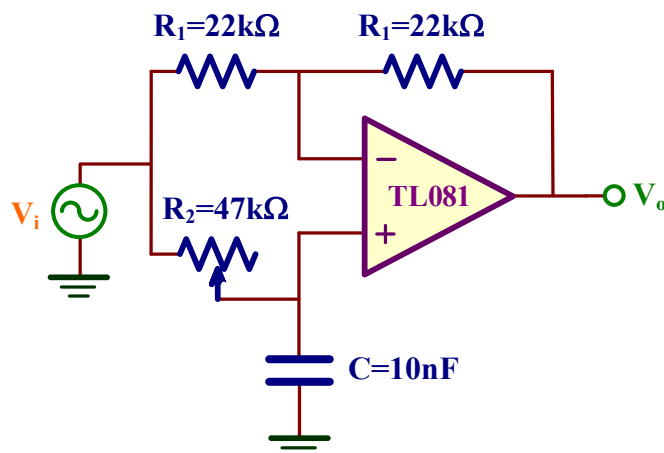

Figura V.6. Circuito desplazador de fase.
En la figura V.6 se presenta el esquema de un excelente desplazador de fase basado en un amplificador operacional. El potenciómetro R_2 permite ajustar el ángulo φ a un valor específico. Para analizar este circuito, apliquemos KVL a las entradas del OA:
- C)** En la figura V.7 se muestra el esquema del montaje del circuito desfasador de la figura V.6. Aplicar a la entrada una onda sinusoidal de 1 V de amplitud ($2V_{pp}$) y 1kHz de frecuencia. Medir el valor de R_2 para que el desfase sea $\varphi = -50^\circ$.